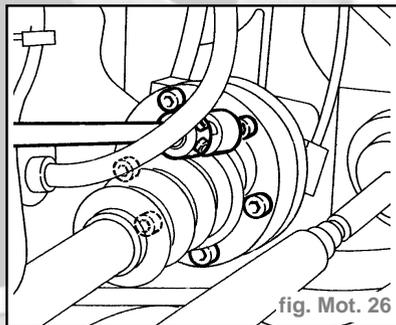

fig. Mot. 26
- Démonter les demi-arbres en manoeuvrant les vis fixant le joint homocinétique au flasque de la B.V. (fig. Mot. 26).